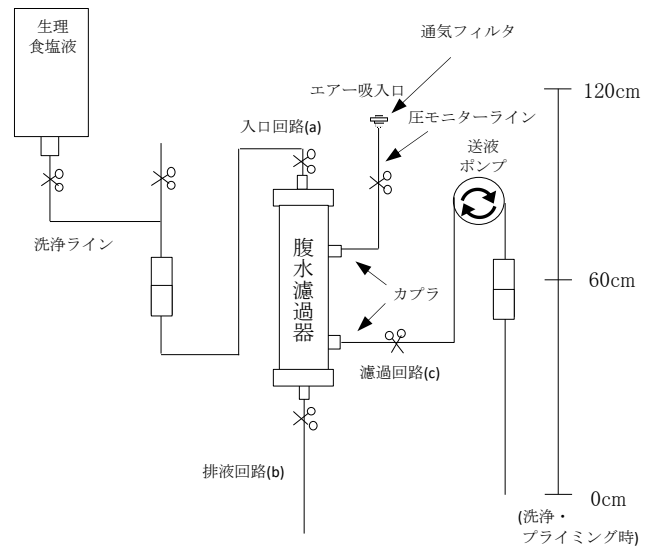

図 3 陰圧ポンプ式内圧濾過法の回路図
- 1) 本品をイリガドール台のホルダーに取り付ける。(以降の手順に従い、図 3 の通り接続する)